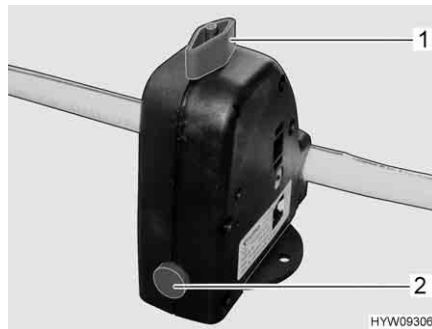

Fig. 121 Valvola di sicurezza/di scarico (boiler)
Il boiler è dotato di una valvola di sicurezza/di scarico (Fig. 121). La valvola di sicurezza/di scarico impedisce che l'acqua congeli nel boiler in presenza di basse temperature esterne, quando il riscaldamento dell'autocaravan non è acceso.
- Chiudere la valvola di sicurezza/di scarico. A tal fine ruotare la manopola (Fig. 121,1) verticalmente rispetto alla valvola di sicurezza/di scarico e premere verso l'interno il bottone automatico (Fig. 121,2).
- Aprire la valvola di sicurezza/di scarico. A tal fine ruotare la manopola (Fig. 121,1) nel senso della lunghezza della valvola di sicurezza/di scarico. Il bottone automatico (Fig. 121,2) scatta all'infuori. Il boiler viene svuotato verso l'esterno tramite la valvola di sicurezza/di scarico.